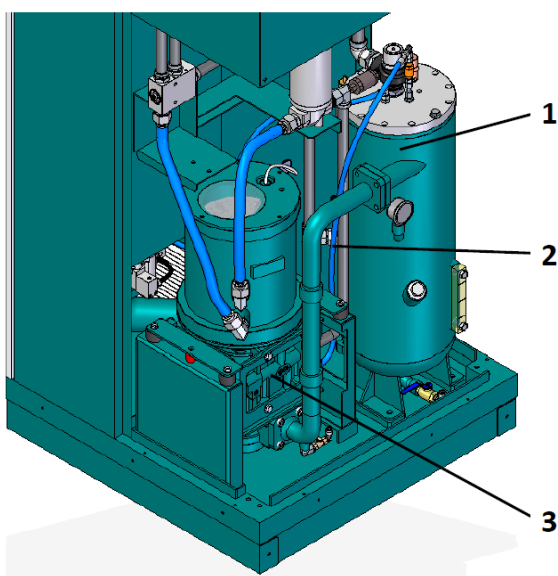

图 43：回油管路
9. 清洁回油管 (图 43/2) 与接头。必要时，请以原厂备件更换。。
10. 将接头及回油管 (图 43/2) 装回原处，并锁紧螺丝与接头。
8. 松开油气桶 (图 43/1) 与空压机主机(图 43/3) 之间的回油管 (图 43/2)